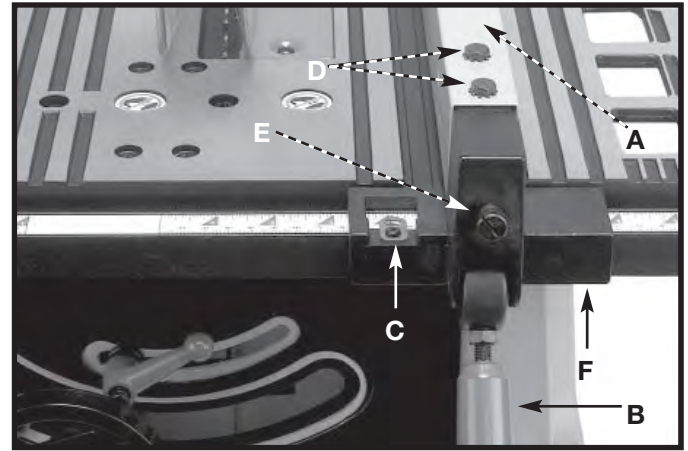

Fig. 33
1. Para mover a guia de corte (A) Fig. 33 ao longo da bancada, eleve a alavanca de travamento da guia (B), deslize-a até o ponto desejado na bancada e empurre a alavanca de travamento da guia para baixo (B).
4. Posicione a guia de corte próxima à fenda do graminho (Fig. 33). Prenda a guia de corte na bancada empurrando para baixo a alavanca de travamento (B). A extremidade da guia de corte deve ficar paralela à fenda do graminho.
5. Se for necessário fazer um ajuste, afrouxe os dois parafusos (D) Fig. 33 e eleve a alavanca de travamento (B). Segurando firmemente o suporte da guia de corte (F) de frente para a serra, mova a parte de trás da guia de corte (A) até que esta fique paralela à fenda do graminho. Aperte os dois parafusos (D) e empurre para baixo a alavanca de travamento (B).
6. Ajuste a trava da guia de corte (A) Fig. 33 elevando a alavanca de travamento (B) e girando o parafuso (E) em sentido horário para aumentar ou em sentido anti-horário para reduzir a ação do travamento da guia de corte.